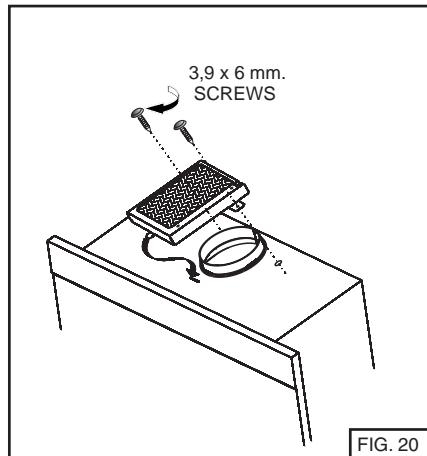

FIG. 20
3. Pliez les trois onglets de la grille de 90°vers l'exterieur comme illustré. Fig.20. Inserer l'onglet anterieur de la grille dans la fente sur le dessus de la hotte et turner la grille vers le bas.
4. Aligner les deux trous de la grille avec les trous de la hotte. Fixer la grille à la hotte avec 2 vis 3,9 x 6mm. Fig.20.